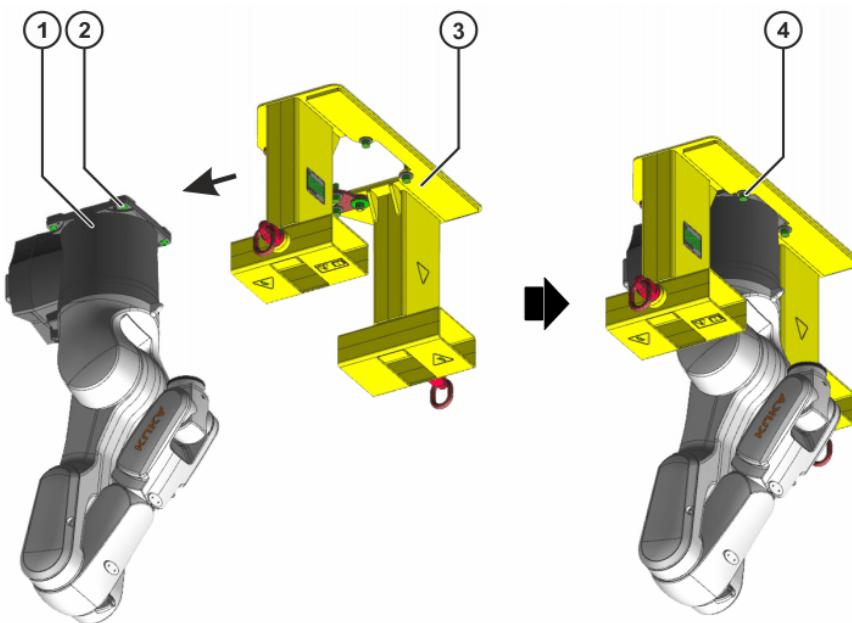

Abb. 11-15: Lastaufnahmemittel am Roboter befestigen
12. Lastaufnahmemittel vorsichtig von vorn auf das Grundgestell des Roboters aufschieben (>>> Abb. 11-15).